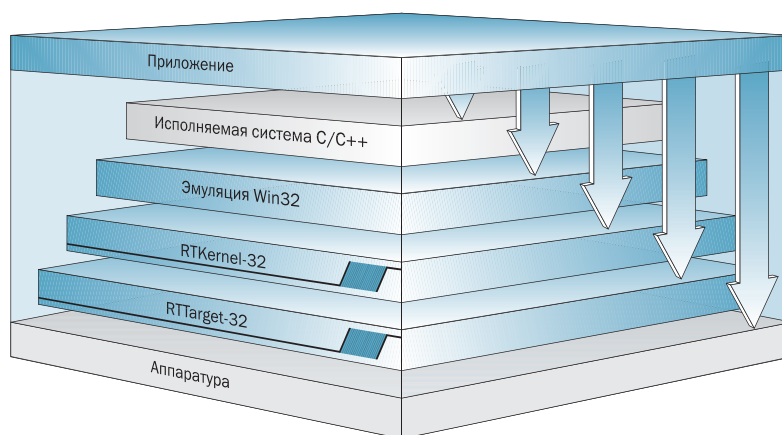

Рис. 5. Структура приложения RTKernel-32
- Структура приложения RTKernel-32 показана на рис. 5.